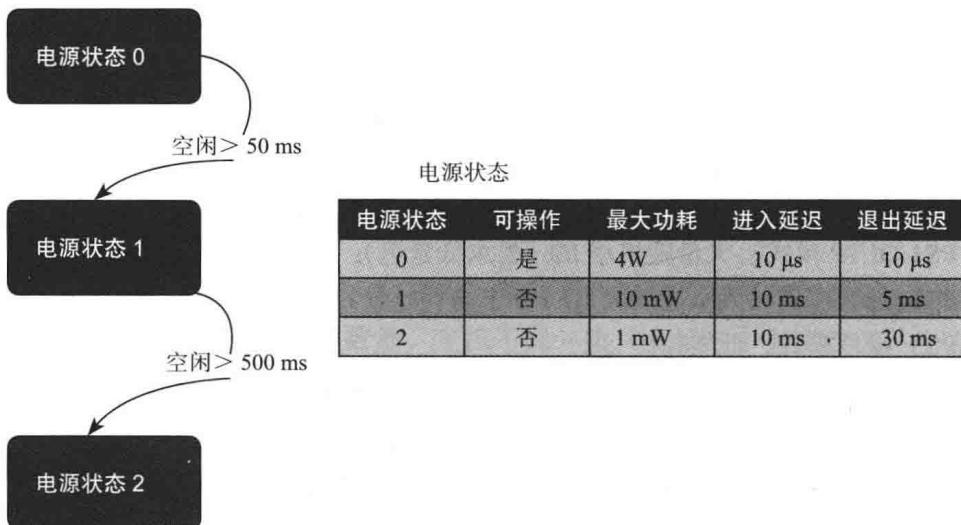

图 8-19 功耗状态跳转示例
5) 同理，主机也可以通过 Get Feature 命令来获知当前主控所处的电源状态，如图 8-19 所示。